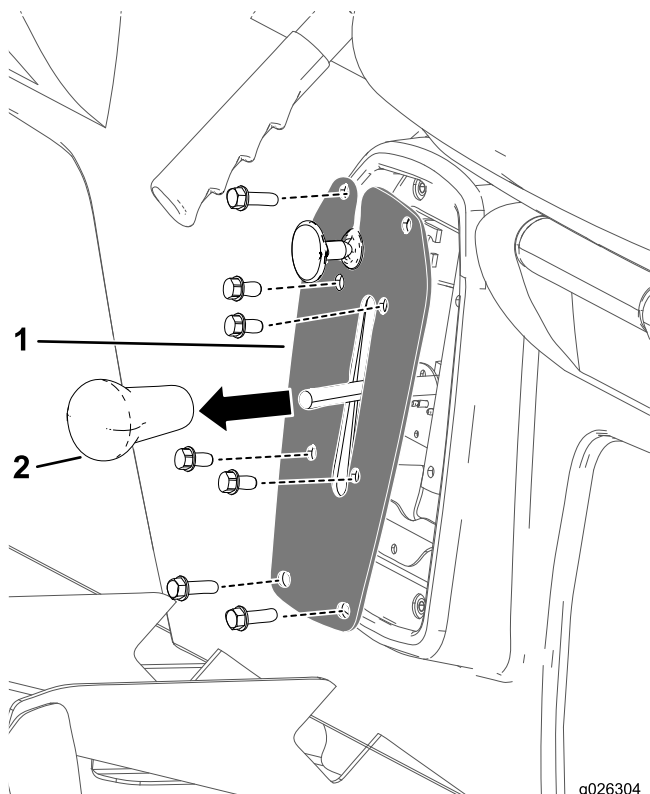

Figura 1
1. Togliete il pomello dalla leva del cambio (Figura 1).
2. Rimuovete i 4 bulloni che fissano la piastra del cambio alla staffa del cambio (Figura 1).
3. Rimuovete i 4 bulloni che fissano la piastra del cambio alla base del sedile e rimuovete la piastra del cambio (Figura 1).